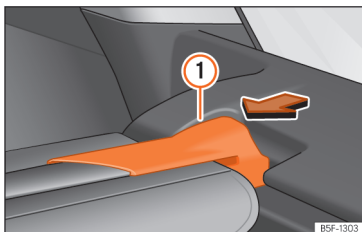

Fig. 179 Na bagageira: desmontar a chapeleira.
- Pressione o suporte da chapeleira »» Fig. 179 ① no sentido da seta.
- Encaixe o suporte da chapeleira »» Fig. 179 ① no alojamento do outro lado.